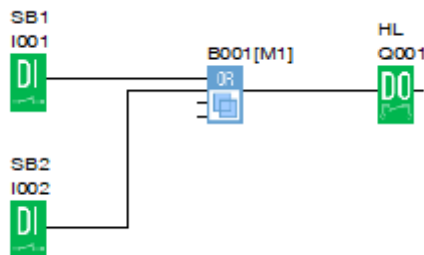

Рисунок 4 – Программа для схемы рис. 3.
Переходим к программированию. На рабочей области программы размещаем два входных сигнала, один выходной и элемент ИЛИ. Соединяем их между собой. Программа готова (рис. 4).
1. Используя программное обеспечение для реле PLR ONI напишите программы, приведенные на рис. 4 и 5. Проверьте их работу в режиме симуляции.